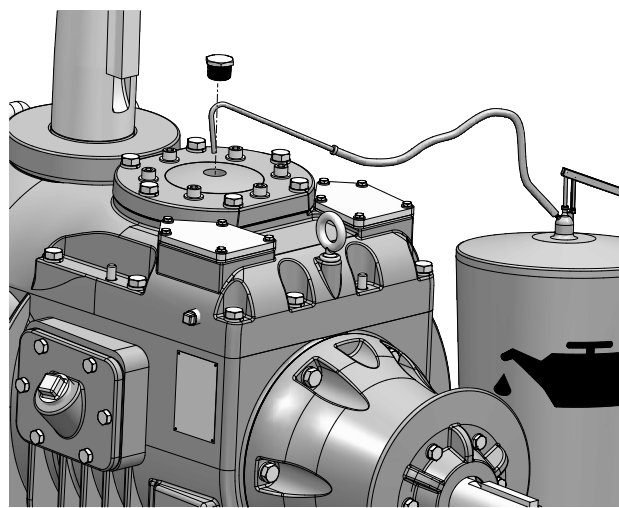

图 1 运行级间轴
因缺少对设施操作准备、地点环境条件或存储方法等的掌控，因此建议在初始操作前补充润滑剂。应对级间轴上的口倒入或泵入相同填装的润滑剂。移除级间轴承盖中心处管塞，以将口暴露。请参考图 1。若使用其他油，应使用 1 至 1.5 公升的用量。如果润滑剂从机油箱总容积中泵出，至少应转移 1 公升。无论发生上述的哪一种情况，应在初始操作的 5 天内执行运行步骤。如果发生延迟，且超过 5 天的时长，重复该流程。无论发生上述的哪一种情况，应在徒手旋转齿轮传动链以及初始操作的 5 天内，执行运行步骤。
1. 通过减速机检查截流板的注油孔注入机油，直到油位达到减速机外壳和视镜上的“满油位”标记处。请参见图 1 和 3。将管塞重新装入注油孔。